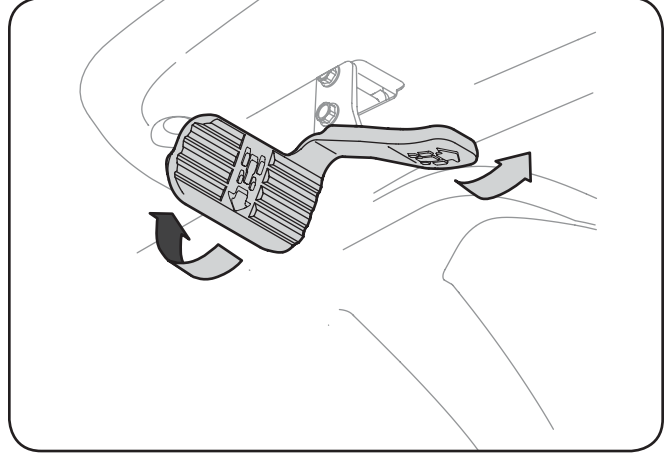

Figure 5-1
2. Pour vous déplacer en MARCHÉ AVANT, appuyez lentement sur la pédale d'accélérateur jusqu'à l'obtention de la vitesse désirée. Voir la Figure 5-1.
3. Pour vous déplacer en MARCHÉ ARRIÈRE, assurez-vous qu'il n'y a pas d'obstruction derrière vous, puis appuyez lentement sur la pédale de marche arrière avec la plante de votre pied (et pas votre talon) jusqu'à l'obtention de la vitesse désirée. Voir la Figure 5-1.